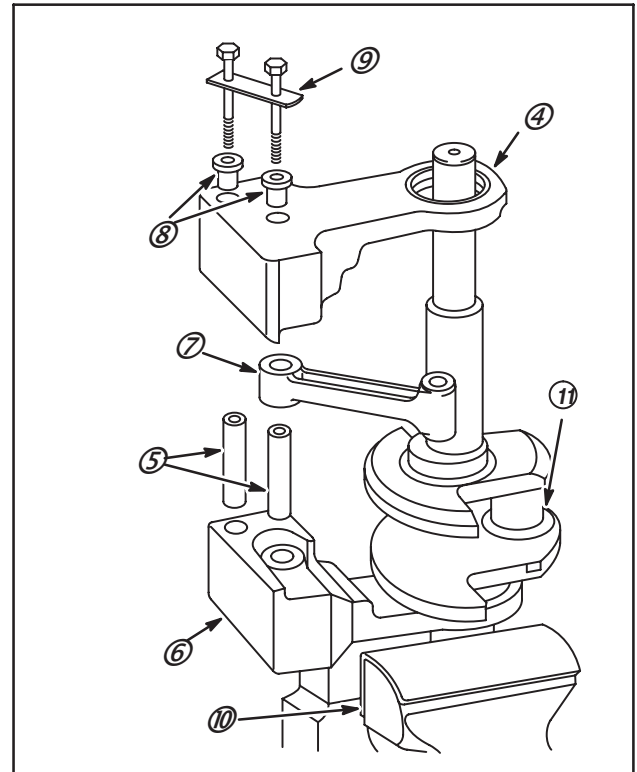

Fig. 11
1. Monter les excentriques du côté volant sur le vilebrequin (6), le chanfrein contre la masse. S'assurer que l'excentrique est bien en place contre la masse du vilebrequin.
2. Glisser le contrepooids côté volant sur le vilebrequin, Fig. 11.
3. Placer le vilebrequin et le contrepooids dans un étau (10) avec mordaches ou un chiffon pour protéger la portée côté volant.
4. Monter le ou les axes. Glisser la biellette sur l'axe, la partie libre arrondie vers le haut, Fig. 11.